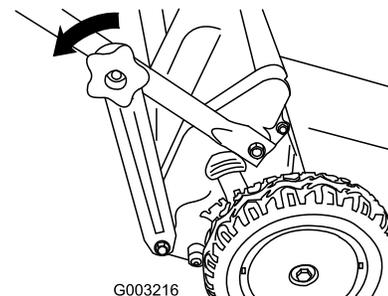

Bild 40
1. Nehmen Sie die Handräder des unteren Griffs ab (Bild 40).
2. Nehmen Sie die unteren Griffhalterungen an beiden Seiten von den unteren Enden des Griffs ab (Bild 40).